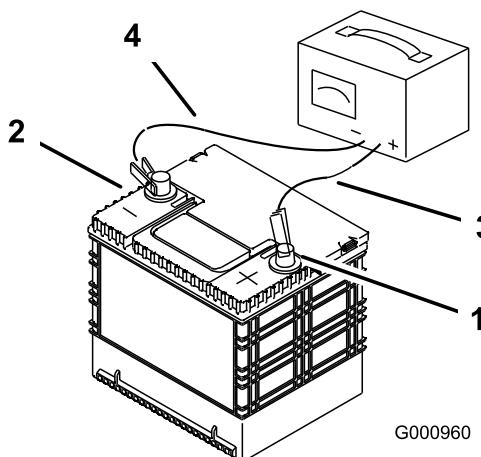

Figura 61
2. Cuando la batería esté completamente cargada, desconecte el cargador de la toma de electricidad, luego desconecte los cables del cargador de los bornes de la batería (Figura 61).